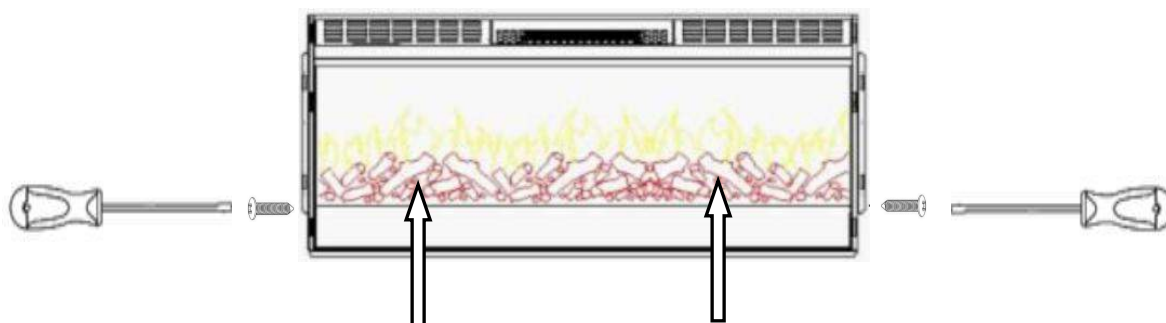

Abbildung 1.
C. Legen Sie das Gehäuse mit der Front auf eine weiche, nicht scheuernde Oberfläche. Entfernen Sie die Halterung an der Rückseite des Gerätes, indem Sie die Schrauben lösen, siehe Abbildung 1.
B. Wurde der Kamin mit Holzscheiten geliefert, ist kein Montageaufwand erforderlich. Wenn Sie die Holzscheite gegen Kristalle / Dekor-Steine ersetzen möchten, lösen Sie die beiden Schrauben, die die Holzscheite festhalten, mit einem Schraubendreher. **Abbildung 1.**